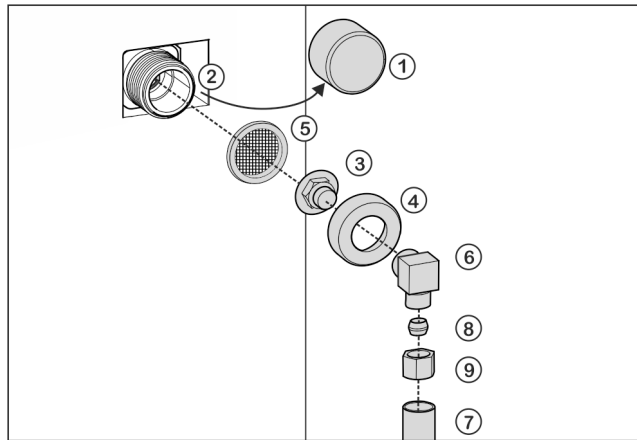

Fig. 19
- ▶ Enlever le bouchon Fig. 19 (1) de l'électrovanne Fig. 19 (2).
- ▶ Insérer la pièce de raccordement Fig. 19 (3) dans l'écrou-raccord Fig. 19 (4).
- ▶ Insérer le filtre *Fig. 19 (5)* avec la cavité dirigée vers le bas en direction de la pièce de raccordement *Fig. 19 (3)*.
- ▶ Visser l'écrou-raccord *Fig. 19 (4)* à la main sur le filetage de l'électrovanne *Fig. 19 (2)* jusqu'à ce qu'il soit bien positionné.
- ▶ Visser le coude *Fig. 19 (6)*.
- ▶ Raccorder la conduite d'eau *Fig. 19 (7)* (par ex. conduite en cuivre de 1/4" OD) au coude *Fig. 19 (6)* à l'aide de la bague de serrage *Fig. 19 (8)* et de l'écrou *Fig. 19 (9)*.
- ▶ Si nécessaire : Fixer la conduite d'eau *Fig. 19 (7)* sur le boîtier à l'aide de l'étrier d'arrêt.
- ▶ Mettre le coude *Fig. 19 (6)* de côté.
- ▶ Raccorder la conduite d'eau *Fig. 19 (7)* (par ex. conduite en cuivre 1/4" OD) à la pièce de raccordement *Fig. 19 (3)* avec une bague de serrage *Fig. 19 (8)* et un écrou *Fig. 19 (9)*.